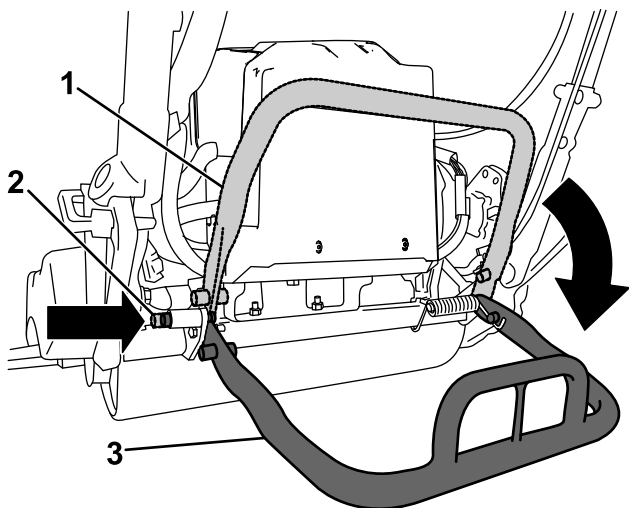

图 23
- 为防止在拆卸滚刀时机器向后倾覆应降低支撑架并推入锁定销将支撑架锁定在维修位置图 23。